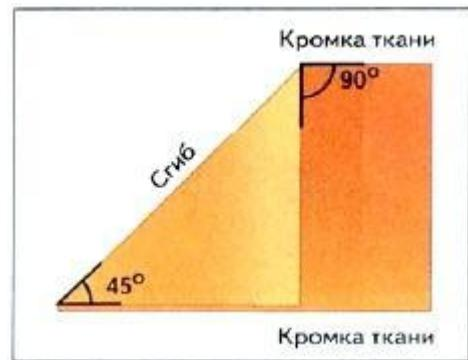

Рис. 45. Выкраивание косой бейки
- сложить ткань так, чтобы кромка и срез совместились, тогда сгиб ткани будет проходить по краю среза. Сгиб слегка приутюжить (рис. 45);